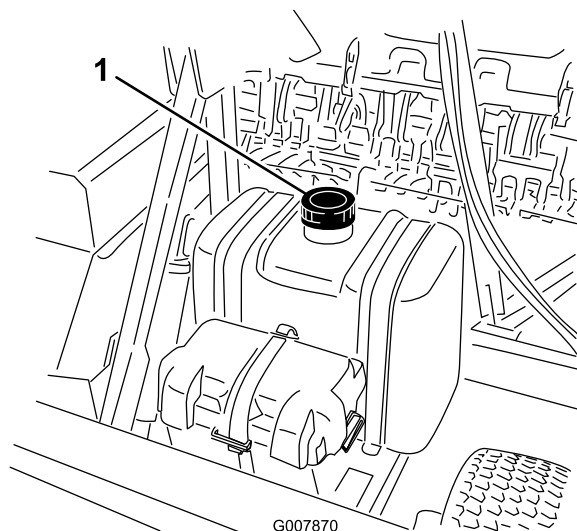

Рисунок 28
2. Очистите область вокруг крышки топливного бака и снимите крышку (Рисунок 28).